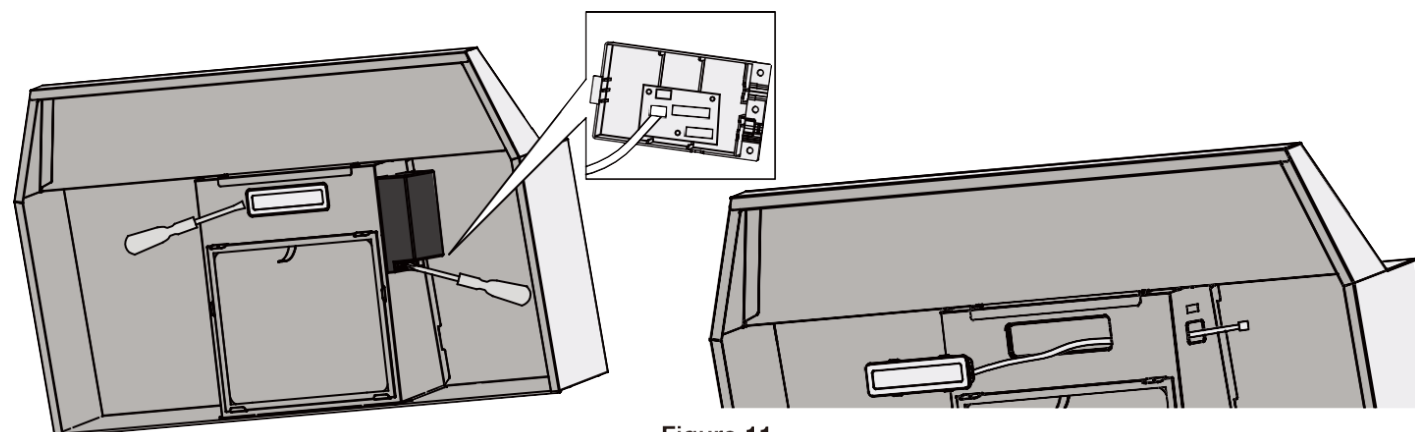

Figure 11
2. Ouvrez le compartiment de câblage à l'aide d'un tournevis Phillips et débranchez l'éclairage (figure 11) Utilisez doucement le tournevis pour pousser vers le bas jusqu'à ce que la lumière sorte de son emplacement. Retirez la lampe à DEL.